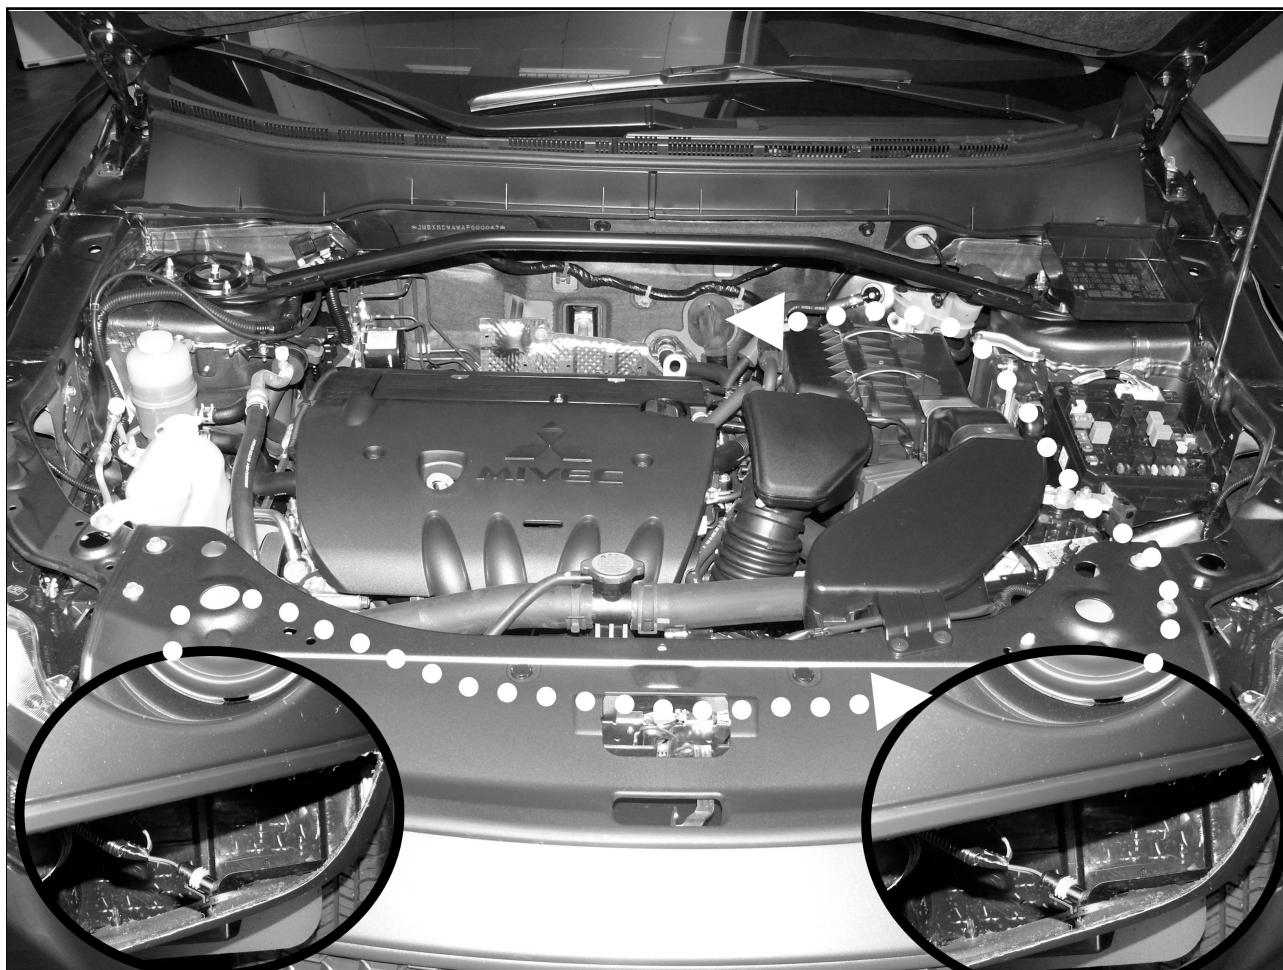

Bild8
- 2-poliger Stecker vom jeweiligen Tagfahrleuchten-Steuergerät jeweils durch die Ausschnitte im Stossfänger führen. (Bild8)
- **Rotes** Kabel in Richtung fahrzeugseitigen „Hauptkabelbaum“ (Gummitülle) in Spritzwand verlegen. (Bild8)